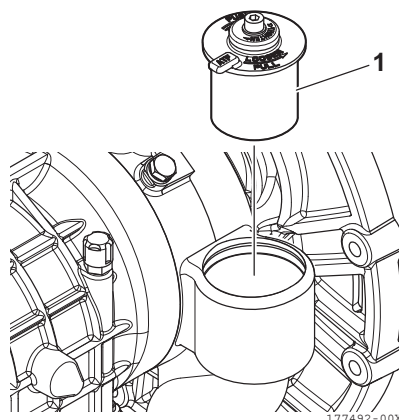

Figura 22
13. Instale o conjunto do filtro de óleo (1, **Figura 22**) na caixa de velocidades.